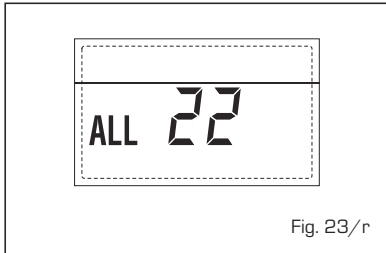

Fig. 23/r
**- ANOMALÍA AVERÍA SONDA IMPULSIÓN SEGUNDA ZONA MEZCLADA "ALL 23" (fig. 23/s)**